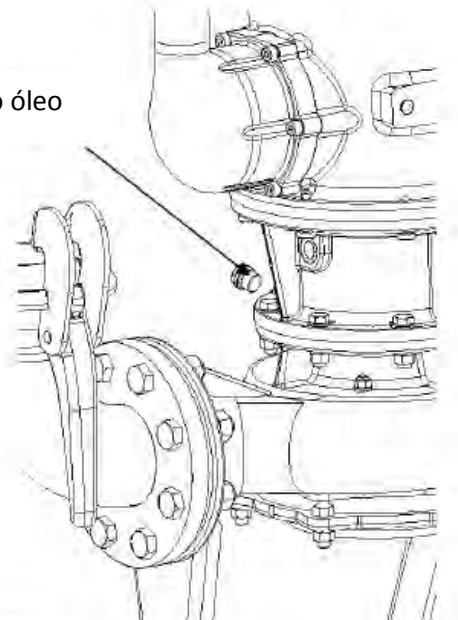

Figura 6
- Abra o parafuso de verificação do nível de óleo (ver figura 6).